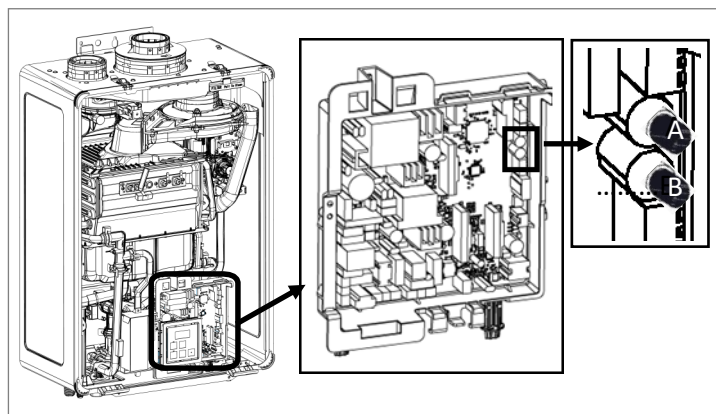

Figure 92
9. Repérer la carte contrôleur, en bas de l'appareil (figure 92).